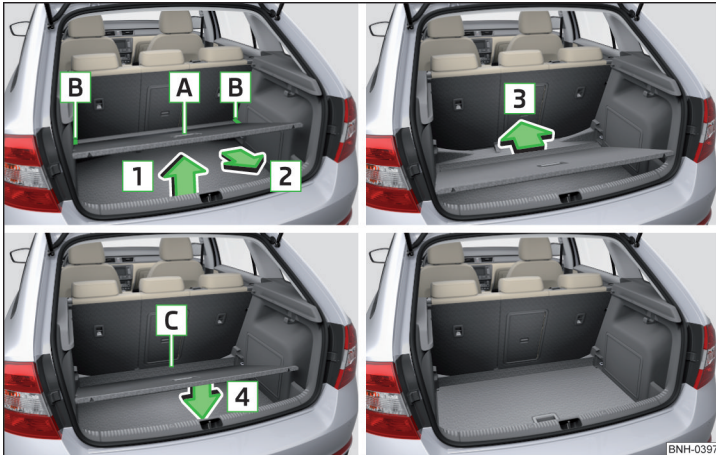

Abb. 93 Variablen Ladeboden in die untere Position einstellen
- › Den variablen Ladeboden am Griff **A** » Abb. 93 fassen.